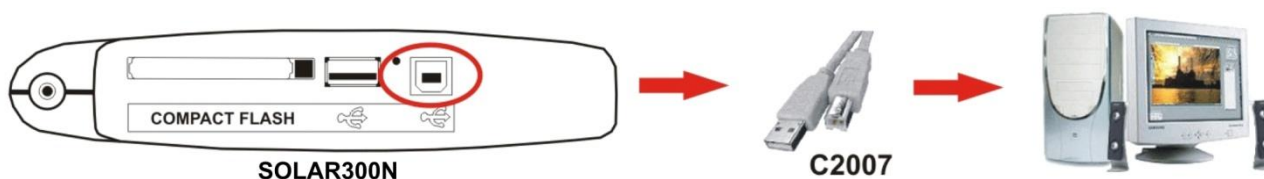

Fig. 222: Ligação do instrumento a um PC
3. Ligar o instrumento ao PC usando o cabo C2007 (USB “A” → USB “B”) (fornecido) como se mostra na Fig. 222: